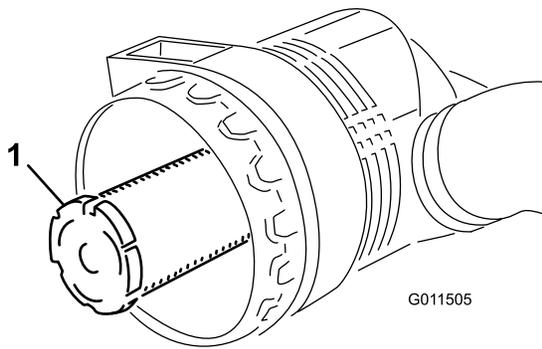

Figure 52
**Important:** N'essayez jamais de nettoyer l'élément de sécurité (Figure 52). Remplacez-le